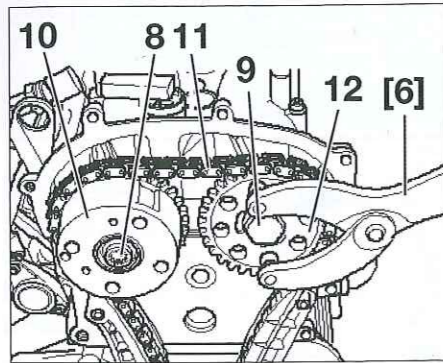

Fig. 13
- Desmontar la cadena de distribución (11) con el piñón de ejes de levas (12) y el dispositivo de distribución variable (10).
- Bloquear el piñón de eje de levas de escape con ayuda del útil [6], y desmontar los tornillos (8) y (9) (Fig.13).